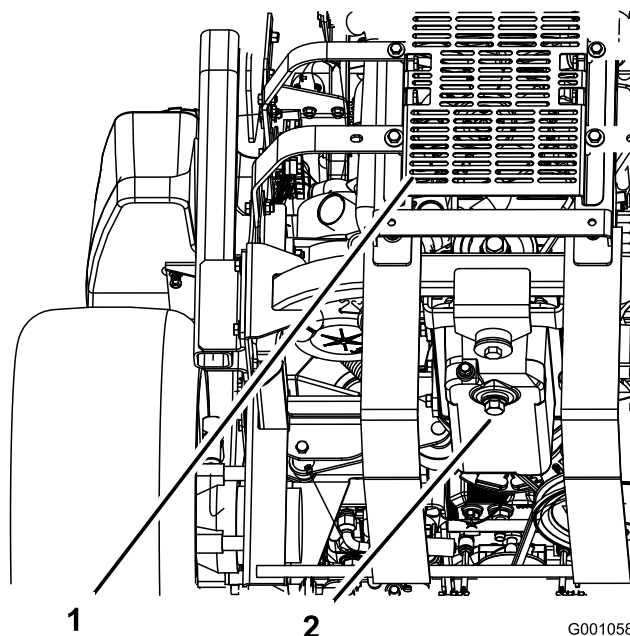

Figura 36
5. Coloque un recipiente debajo del orificio de drenaje de aceite. Retire el tapón de vaciado y deje que el aceite se drene completamente (Figura 36).